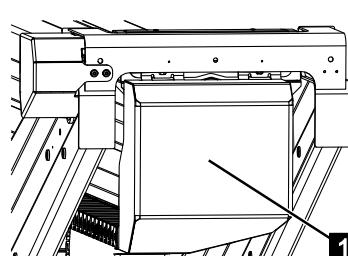

Abb. 259
13. Abdeckhaube (Abb.259/1) wieder ordnungsgemäß montieren.